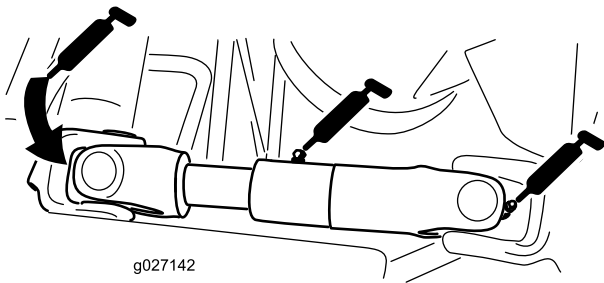

Рисунок 43
- Универсальный шарнир вала привода насоса (3) (Рисунок 43)